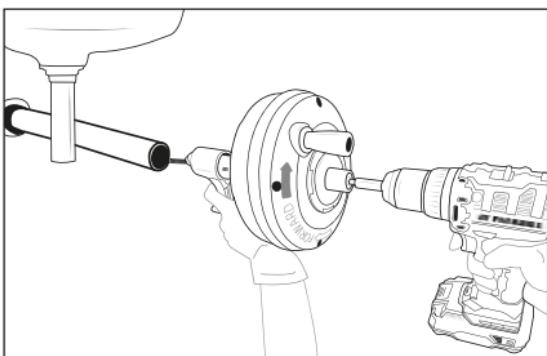

Fig. 3
- 8) Compruebe que pueda sostenerse el aparato a una distancia máxima de 10 cm con respecto al orificio de desagüe. Si la distancia es mayor, se aumenta el riesgo de que la espiral ⑧ se retuerza o se doble. En caso de que la distancia sea mayor, el orificio de desagüe debe prolongarse con tuberías y conexiones del mismo tamaño para que el aparato pueda colocarse a una distancia máxima de 10 cm con respecto al orificio de desagüe (consulte la fig. 3). Si la espiral ⑧ no está lo suficientemente sujetada, puede doblarse, retorcerse y dañarse o causar lesiones al usuario.
- ▶ Siga las instrucciones de uso para reducir el peligro de lesiones por una espiral ⑧ retorcida o rota, por el impacto de los extremos de la espiral y por el vuelco del aparato, así como las lesiones por sustancias químicas, infecciones y otras causas.
- 2) Adopte una posición de trabajo adecuada que garantice los siguientes puntos para controlar mejor la espiral ⑧ y el aparato:
- 3) Tire de la espiral ⑧ para extraerla del tambor ② e introduzcalo todo lo que pueda en el desagüe. La espiral ⑧ debe estar introducida al menos 30 cm en el desagüe para que el extremo de la espiral ⑧ no pueda salirse del desagüe y dar vueltas violentamente cuando la espiral ⑧ empiece a girar.
- 4) Si utiliza un taladro, ajústelo a una velocidad baja (máximo de 500 r. p. m.). Fije un soporte para puntas en el portaherramientas del taladro y coloque el soporte para puntas en el eje del tambor ③. Como alternativa, también puede fijar el eje del tambor ③ sin soporte para puntas en el portaherramientas del taladro.
- 5) Asegúrese de que el aparato se encuentre a una distancia que no supere los 10 cm con respecto al orificio de desagüe. Mantenga esta distancia durante el proceso de limpieza. Así se evita que la espiral ⑧ se retuerza y se doble.
- 6) Mantenga una mano en el mango ⑤/gatillo ⑥ del aparato y la otra en el agarre del taladro o en la manivela ④.
- 7) Gire el tambor ② en sentido horario (puede verse en la flecha de la parte posterior del tambor ②, consulte la fig. 3) y presione el gatillo ⑥. Al presionar el gatillo ⑥, se introduce la espiral ⑧ en el desagüe. También puede hacer avanzar y retroceder la espiral ⑧ rápidamente si la extrae del tambor ② o la introduce en él de forma manual.
- 8) Haga avanzar la espiral ⑧ hasta que note resistencia. Mueva la espiral ⑧ cuidadosamente por el atasco. Para ello, no haga avanzar la espiral ⑧ violentemente a la fuerza. La espiral ⑧ no limpia el desagüe si no gira. Es posible que sea necesario que gire la espiral ⑧ sin hacerla avanzar o que haga avanzar la espiral ⑧ muy lentamente para solucionar el atasco.
- 9) Si la espiral ⑧ se bloquea o se atasca, deje de girar el tambor ②. Si sigue girando el tambor ②, la espiral ⑧ puede retorcerse y doblarse. Es posible que sea necesario retirar la espiral ⑧ del atasco girando el tambor ② marcha atrás. En algunos casos, es posible que deba extraerse la espiral ⑧ junto con la causa del atasco del desagüe con la mano. En tal caso, asegúrese de no dañar la espiral ⑧. Elimine la causa del atasco de la espiral ⑧ y vuelva a introducir la espiral ⑧ en el tambor ②.
- 11) Prosiga con la limpieza del desagüe. Preste atención a la profundidad a la que se haya introducido la espiral ⑧ en el desagüe. No introduzca demasiado la espiral ⑧ en un desagüe más grande. De lo contrario, la espiral ⑧ podría enredarse o causar daños.
- 12) Gire el tambor ② en sentido antihorario en cuanto el desagüe esté limpio. Al hacerlo, presione el gatillo ⑥ para retraer la espiral ⑧. Para ello, proceda con cuidado, ya que la espiral ⑧ puede atascarse al retraerse.
- 13) Suelte el gatillo ⑥ y deje de girar el tambor ② cuando el extremo de la espiral ⑧ se aproxime al orificio de desagüe. No extraiga el extremo de la espiral ⑧ del desagüe mientras esté girando. El extremo de la espiral ⑧ puede dar latigazos y causar lesiones graves.
- 15) Retire el resto de la espiral ⑧ con la mano del desagüe y vuelva a introducir la espiral ⑧ en el tambor ②.